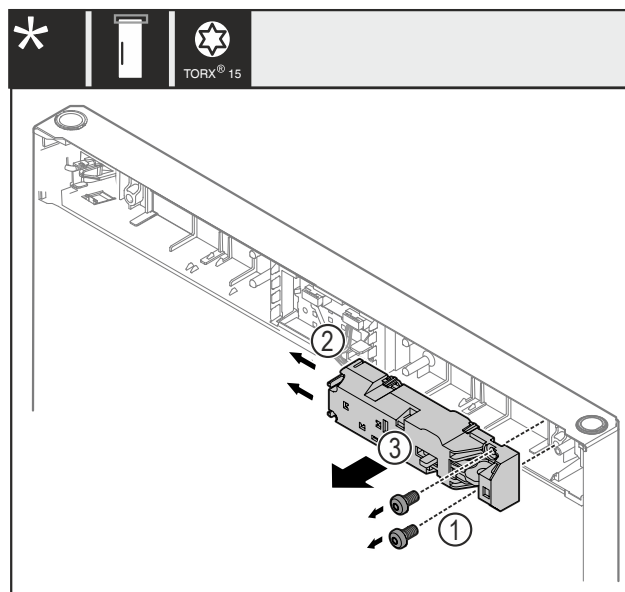

Fig. 20
- ▶ Fjern skruerne Fig. 20 (1).
- ▶ Tryk låsetappen Fig. 20 (2) til siden, og tag fjernlåsen Fig. 20 (3) af.